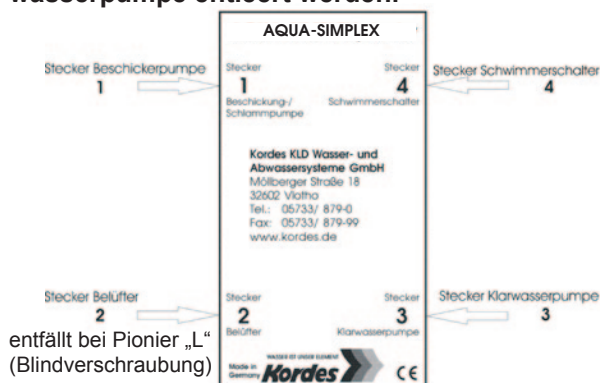

Abb.2 Anschlüsse Verteilerbox
1. Die nummerierten Anschlussstecker der Aggregate sind an der Kontaktseite Silikonfett nach beiliegender Anleitung zu füllen und an die Verteilerbox (Verwendung der Buchse mit gleicher Nummer **Abb. 2**) fest aufzustecken und die Überwurfmutter handfest anzuziehen, bis der Dichtring der Verteilerbox leicht gequetscht wird. Bitte achten Sie darauf, dass soviel Steuerungskabel (Kabel der Verteilerbox) im Schacht verbleibt, dass ein Herausheben der Aggregate ohne entfernen der Verteilerbox möglich ist.